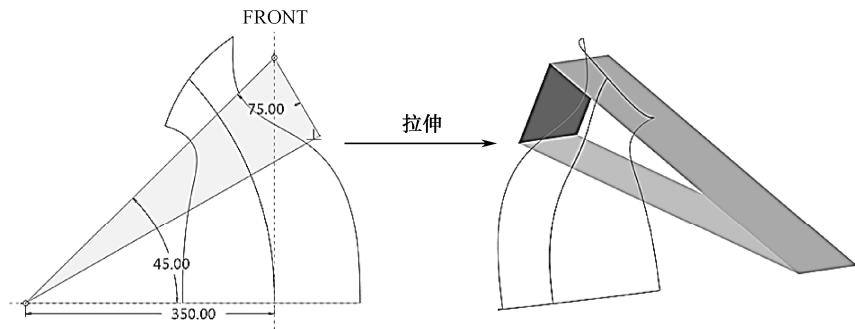

图 7-55 参考曲面“拉伸 2”
(1) 单击【模型】→按钮，弹出拉伸操控面板。在操控面板上选择【拉伸为曲面】。单击【放置】→【定义】，选择绘图区中的 RIGHT 平面作为草绘平面，TOP 平面作为参照平面，参考方向为顶。单击【草绘】进入草绘模式。绘制如图 7-55 所示“拉伸 2”截面，完成后单击按钮，得到拉伸参考曲面。